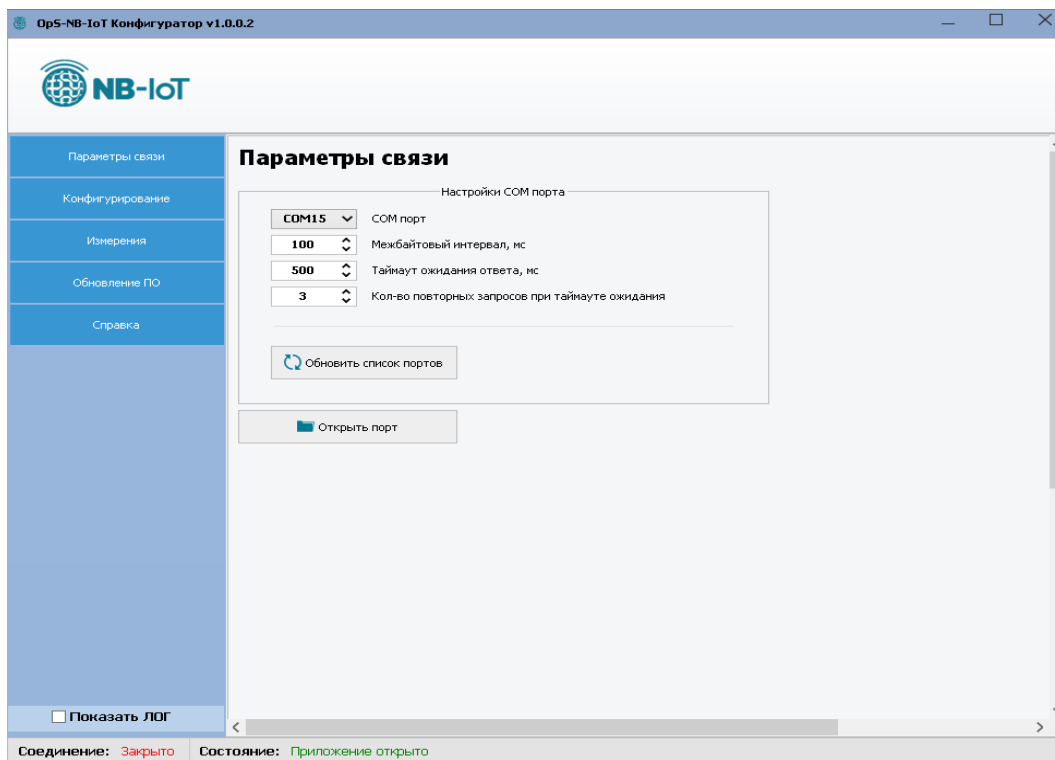

Рис. 3 – Вкладка «Параметры связи»
На вкладке параметры связи (Рисунок 3), установить параметры:
- Выбрать на вкладке «Параметры связи» (Рисунок 3) соответствующий COM — порт